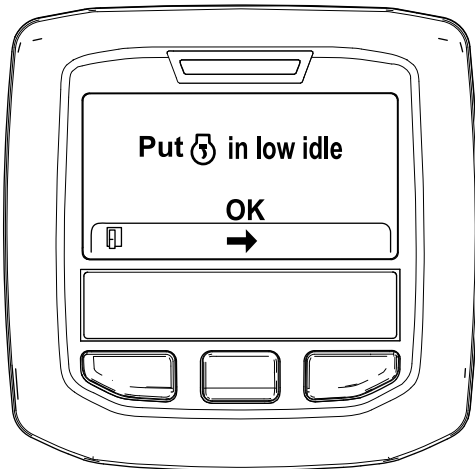

Figura 35
6. Mova o controle da aceleração para RALENTI BAIXO e prima o botão central (Figura 35).